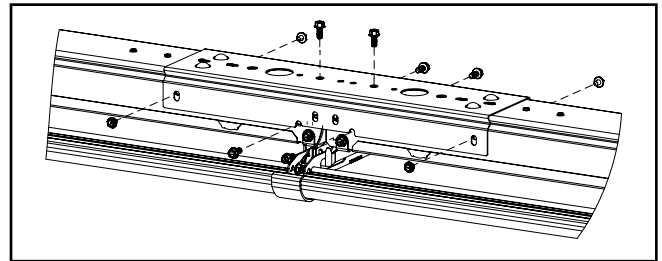

Figure 13
- Réinstallez les vis (6) retirées précédemment et installez les vis supplémentaires (4) qui se trouvent dans le sac de pièces aux extrémités du connecteur du canal, comme illustré. (Figure 13)